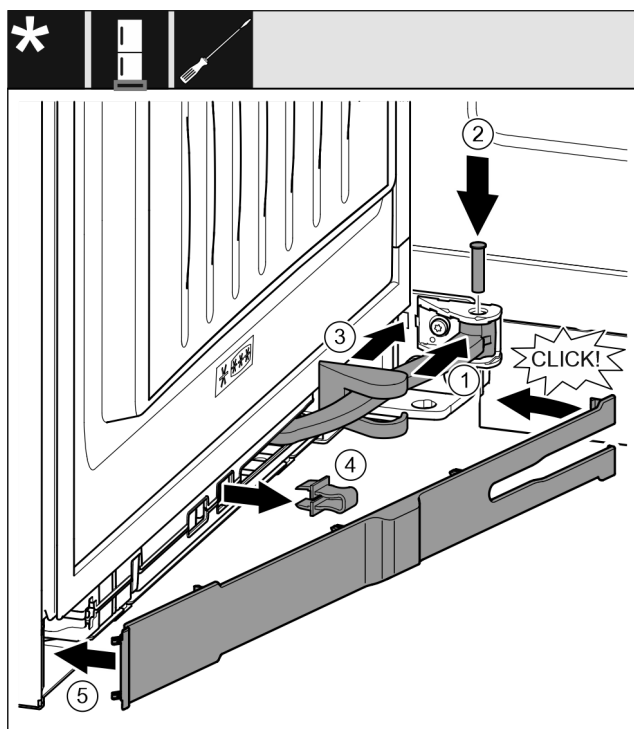

Fig. 50
- Otočte kloub Fig. 50 (1) v závěsu.
- Šroubovákem vložte čep Fig. 50 (2) do závěsu a kloubu. Přitom dávejte pozor, aby byla zajišťovací vačka správně usazena v drážce.
- Posuňte kryt stojanu ložiska Fig. 50 (3) podél kloubu a namontujte nad závěsem.
- Pojistku Fig. 50 (4) vytáhněte.
- Záslepku Fig. 50 (5) na straně madla nasadte a sklopte.